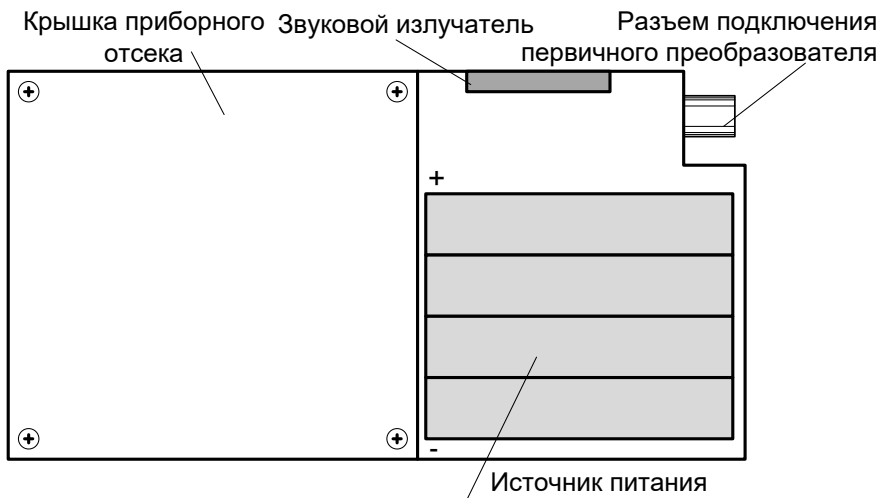

Рис.3. Прибор со снятой крышкой отсека питания
8.1. Вставить в отсек регистрирующего устройства источник питания (рис.3).